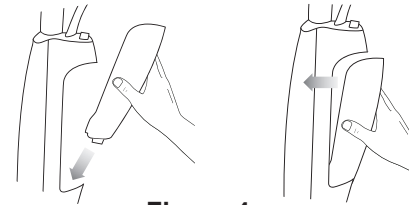

Figure 4
4. Remplacez le réservoir d'eau en insérant le bouchon du réservoir d'eau dans la cavité de la partie principale du balai, puis poussez le réservoir d'eau vers l'avant jusqu'à ce qu'il se verrouille en place (Figure 4).